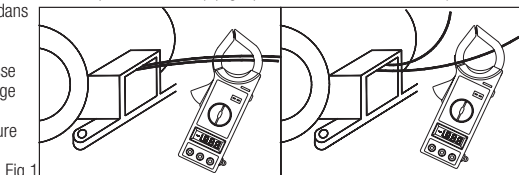

Fig.1
- Réglez le commutateur rotatif en choisissant la plage A~ souhaitée. Appuyez sur la gâchette pour ouvrir les mâchoires, puis insérez le conducteur (un seul à la fois) (Fig. 1) : les mâchoires détectent à présent le courant alternatif circulant dans le conducteur.